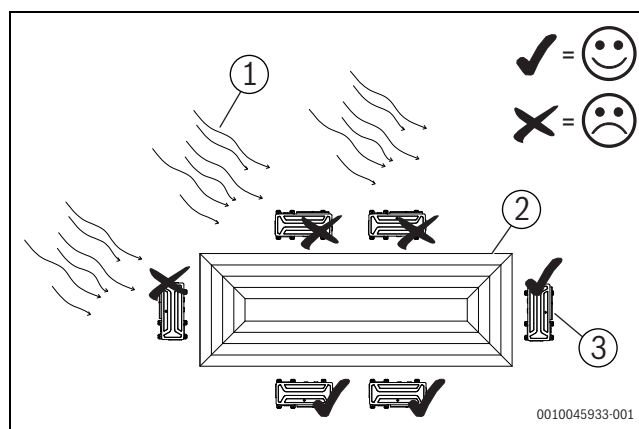

Fig. 1
- ▶ Si une unité extérieure est installée dans un endroit fréquemment exposé à des vents violents, comme une côte ou un étage élevé d'un immeuble, s'assurer du bon fonctionnement du ventilateur en utilisant une gaine technique ou un coupe-vent (fig. 1)